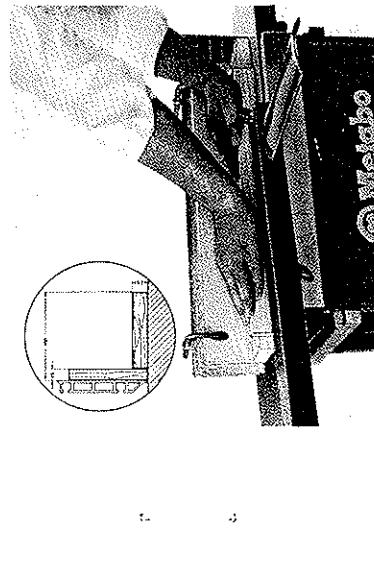

Bild 10
Zum Abrichten schmäler Werkstücke muß man am Anschlag (6) einen Winkel-Hilfsanschlag anbringen (Profil etwa wie in der Skizze in Bild 10).